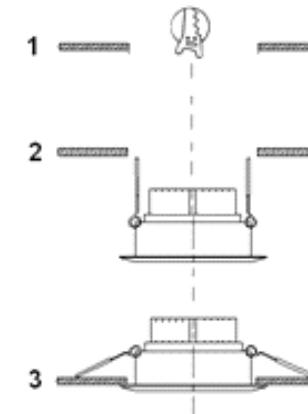

Рис.1. Установка светильника
- b) Подготовьте проем (вырез) в монтажной поверхности под установку светильника – 1(Рис.1);
- d) Установите светильник в подготовленный проем, предварительно прижав вверх к корпусу фиксирующие клипсы – 2 (Рис.1). Не допускайте пережатия питающих проводов;
- e) Убедитесь, что светильник надежно удерживается в проеме – 3 (Рис.1);
5. Подключение и установка светильника (Рис. 1)